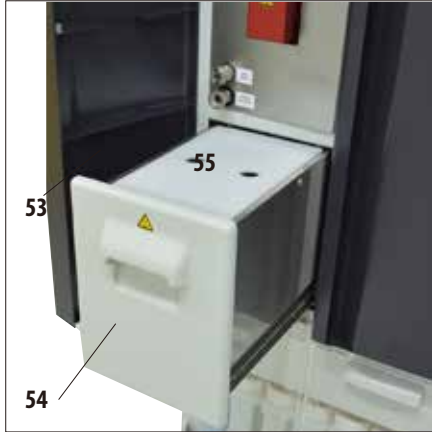

Fig. 37
- Stația de parafină (54) este situată în spatele ușii din stânga (53) a aparatului, sub retortă (Fig. 37). Aceasta asigură disponibilitatea permanentă a unei cantități suficiente de parafină proaspătă și lichidă pentru băile de parafină. Capacitatea este de 5,0 l de parafină lichidă.